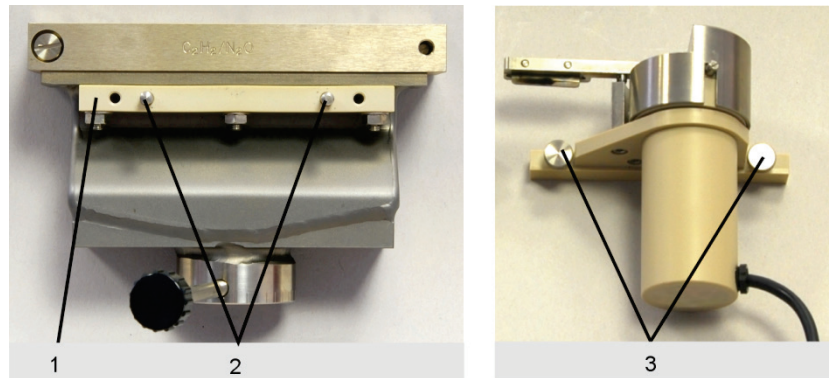

Bild 56 Befestigungsschiene / Rändelschrauben am Scraper
2. Befestigungsschiene (1 in Bild 56) mit Rändelschrauben (3 in Bild 56) vom Scraper abschrauben.
3. Befestigungsschiene wie in Bild 56 dargestellt am Brennerkörper montieren. Dazu die drei mitgelieferten längeren Titanschrauben und Muttern verwenden. Schrauben von oben durch vordere Brennerbacke stecken und Befestigungsschiene mit Muttern anschrauben.
4. Scraper auf die Führungsstifte der Befestigungsschiene (2 in Bild 56) stecken und mit Rändelschrauben (3 in Bild 56) festschrauben.